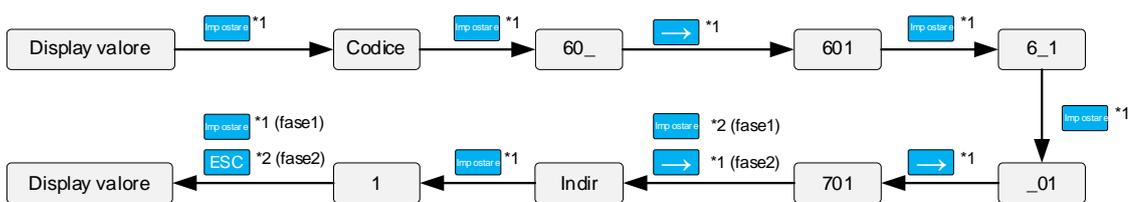

Figura 3-46 Configurazione dell'indirizzo del contatore intelligente (trifase)
- In presenza di un inverter fotovoltaico nell'abitazione dell'utente, si consiglia di installare il contatore intelligente sul lato di uscita rete dell'inverter fotovoltaico per garantire la precisione delle statistiche di elettricità della rete e che l'indirizzo sia impostato su A-002. Come illustrato in Figura 3-46.
La configurazione dell'indirizzo del contatore intelligente è quella illustrata in Figura 3-46.